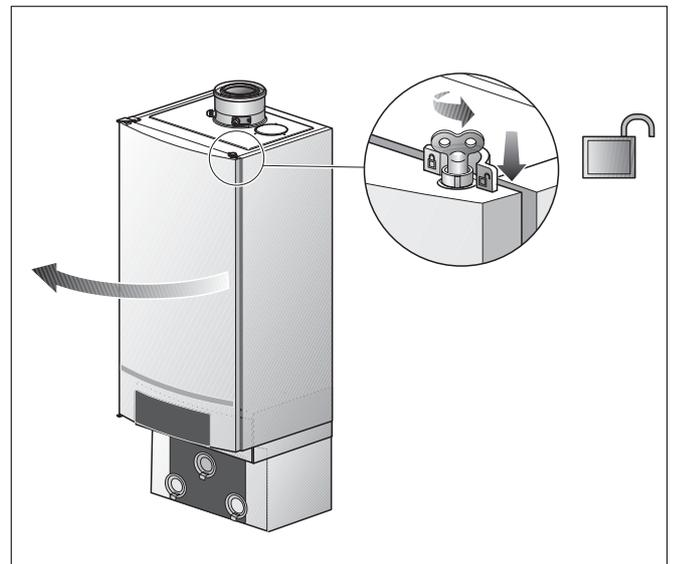

Fig. 22 Aprire il portello della caldaia
- Allentare di un quarto di giro la chiusura del portello della caldaia con la chiave di sfiato (fig. 22, **zoom**).
- Premere verso il basso la chiusura (fig. 22) e aprire il portello della caldaia.